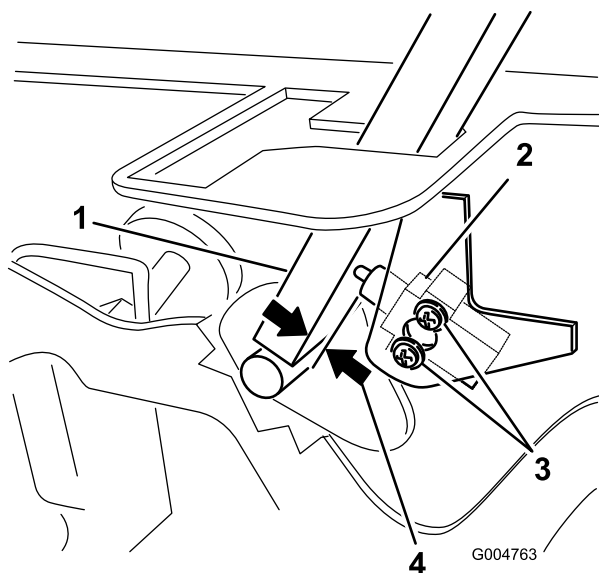

Рисунок 51
3. Ослабьте 2 винта крепления блокировочного выключателя (Рисунок 51).
- Удерживая рычаг управления прижатым к раме, переместите выключатель в направлении рычага так, чтобы расстояние между рычагом и корпусом выключателя составляло 0,4–1 мм, как показано на Рисунок 51.